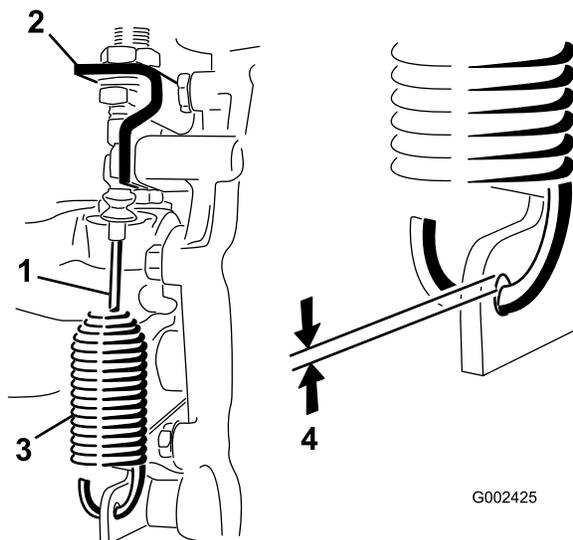

Figure 56
- Desserrez les écrous qui fixent le câble de blocage du différentiel à la patte de la boîte-pont (Figure 56).